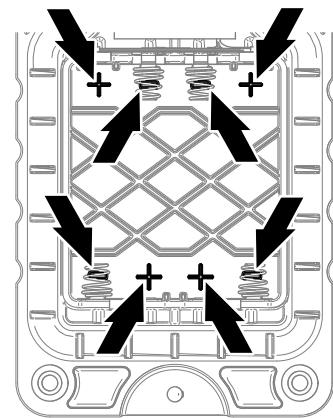

**Figura 7**
1. Retire los 6 tornillos que sujetan las dos cubiertas que forman la carcasa del control remoto, y retire la cubierta trasera (Figura 7).
- Asegúrese de que la junta de acero y la junta de goma (Figura 7) están asentadas en la ranura de la cubierta delantera.
- Coloque la anilla de la correa sobre la clavija de la correa (Figura 7).
- Sujete la cubierta trasera a la cubierta delantera con 6 tornillos (Figura 7).